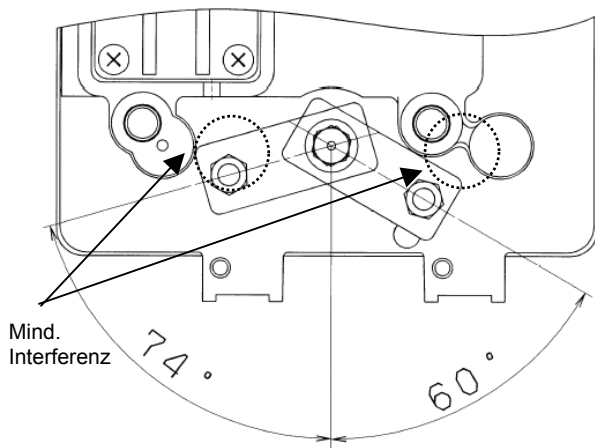

Abb.7
- \*2: Abb. 7 zeigt Einzelheiten betreffend der Anpassung des Gabelwinkels. Stellen Sie den Gabelwinkel so ein, dass Interferenzen mit dem Stellsreglerfuß vermieden werden, wenn die Gabelstifteinheit sich mit dem Antrieb dreht. Der effektive Winkel des Stellsregler-Winkelsensor beträgt  $\pm 60^\circ$ , und die Gabelbefestigung muss innerhalb dieses Bereiches festgelegt werden. Der Winkel kann überprüft werden, indem entsprechend der Anweisungen in "2. Einstellung des Gabelbefestigungswinkel" im Abschnitt "■ Ersteinstellungen" vorgegangen wird.